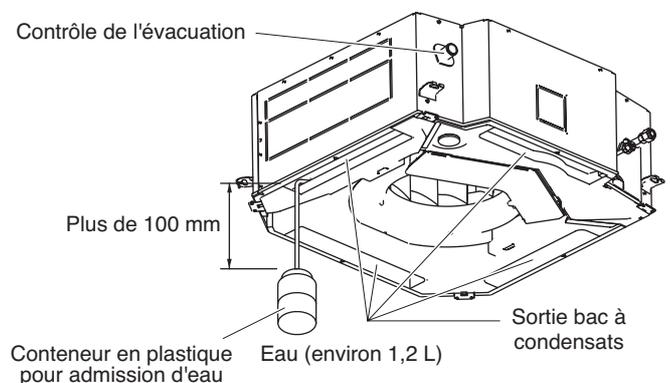

Fig. 3-12
- (1) Branchez l'alimentation sur le bornier (bornes R, S) à l'intérieur du boîtier électrique.
- (2) Versez lentement environ 1,2 L d'eau dans le bac à condensats pour contrôler l'écoulement. (Fig. 3-12)
- (3) Court-circuitez la broche (CHK) de la carte de commande de l'unité intérieure et faites fonctionner la pompe de relevage. Contrôlez l'écoulement d'eau à travers le tube d'évacuation des condensats transparent et vérifiez s'il n'y a pas de fuite.
- (4) Une fois le contrôle de l'évacuation terminé, ouvrez la broche (CHK) et remplacez le capuchon du tube.